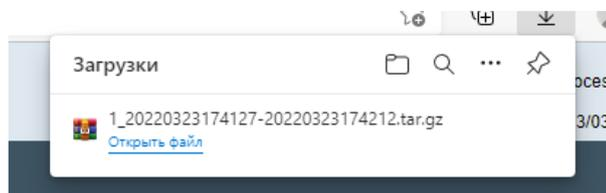

Рисунок 4.4 – Загрузка файла архива
- кнопка «Скачать» для загрузки файла архива (см. рисунок 4.4);